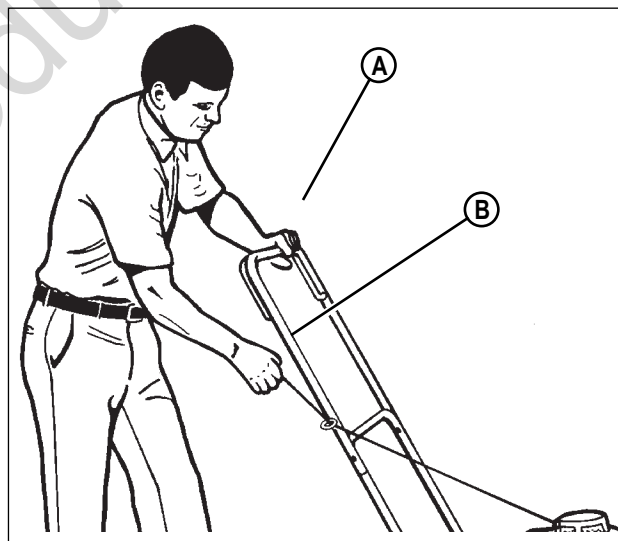

Figure 14 : Démarrage du moteur
6. Restez derrière la tondeuse. Utilisez une main pour maintenir le levier d'arrêt du moteur en position de marche (A, Figure 14). Utilisez votre autre main pour prendre la poignée du cordon de démarrage à rappel (B).